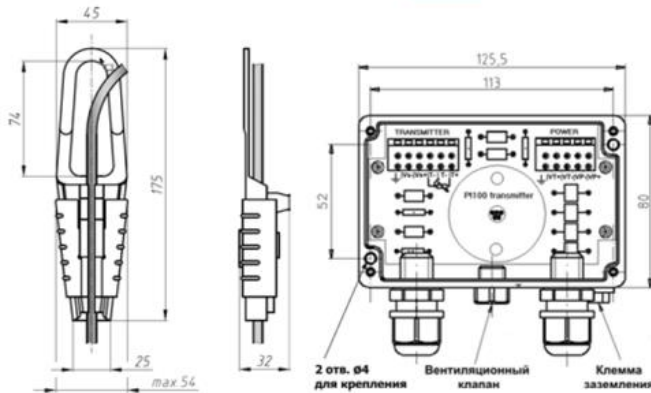

Рисунок 2. Установочные принадлежности.
4.7. Для удобства подключения и безопасной эксплуатации, рекомендуется использовать погружные датчики вместе с клеммной коробкой KL 3 со встроенной грозозащитой и защитой от перепадов напряжения (см. рис. 2). Модели погружных датчиков в корпусе из нержавеющей стали могут оснащаться термосопротивлением Pt-100. Клеммная коробка KL 4 дополнительно оснащена преобразователем сигнала от термосопротивления Pt-100.
4.8. Клеммная коробка устанавливается на вертикальную плоскость вблизи места применения датчика. Для крепления клеммной коробки используются два отверстия, расположенные под крышкой (см. рис. 2). Кабельные вводы и клапан должны быть направлены вниз.